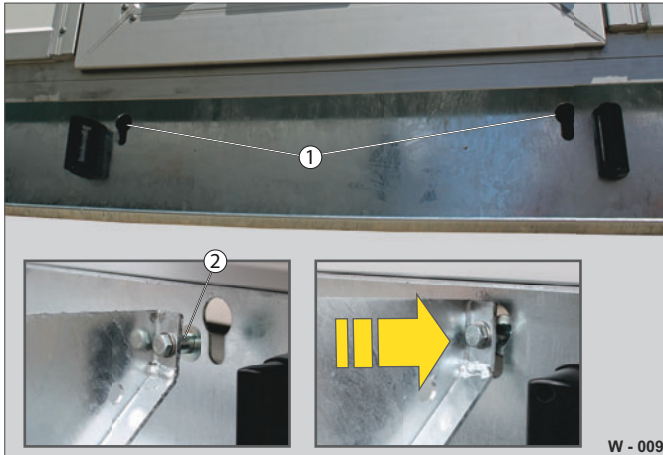

Abb. 4 Treppenaufhängung kontrollieren
- ▶ Prüfen Sie die Lochungen (Abb. 4/1) auf Deformation.
- ▶ Prüfen Sie die Festigkeit der Bolzen (Abb. 4/2) - ziehen Sie ggf. die Schraubverbindung nach.